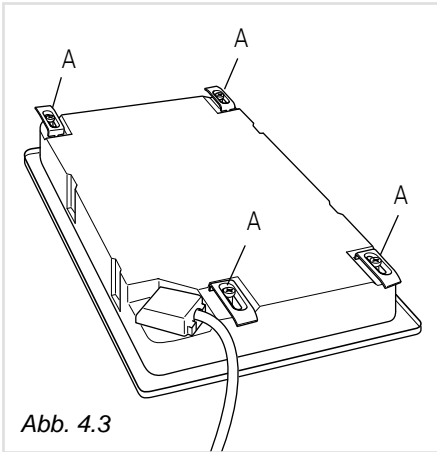

Abb. 4.3
- ✓ Kochmulde umdrehen und die Plättchen "A" (abb. 4.3) in die vorgesehenen Sitze mit den Schrauben "B" anbringen; die Schrauben nur um einige Drehungen anschrauben. Die Plättchen genau nach der seitlich aufgeführten Abbildung montieren. Die Plättchen drehen, um den Einsatz der Kochmulde in den Ausschnitt nicht zu verhindern.